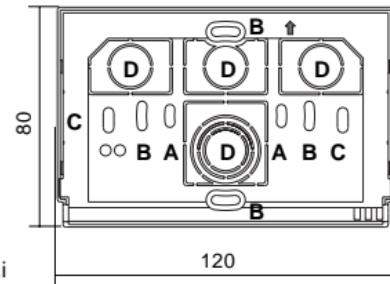

Fig. 4.i
- Fix the base to the back box (or to the wall), using the pairs of holes provided: **A-A, B-B or C-C** (fig. 4.i).
**N.B.:** fig. 4.i, **D** = knockouts allowing entry of wires (flexible only)
- Fixer la base du chronothermostat à la boîte à encastre (ou au mur) en utilisant les paires de trous prévues: **A-A, B-B or C-C** (fig. 4.i).
**N.B.:** fig. 4.i, "**D**" = zones amovibles pour l'entrée des fils (uniquement flexibles).
- Befestigen Sie die Grundplatte des Zeitthermostats am Gehäuse (oder an der Wand) mittels der entsprechenden vorgegebenen Bohrungslöcher: **A-A, B-B or C-C** (Abb. 4.i).
**Hinweis:** Abb. 4.i, "**D**" = Herausnehmbare Teile, die das Anklemmen der (ausschließlich biegsamen) Kabel ermöglichen.
- Fissare la base del cronotermostato alla scatola incasso (o alla parete), utilizzando le opportune coppie di fori **A-A**, **B-B** o **C-C** (fig. 4-i).
**N.B.:** fig. 4.i, "D" = aree asportabili per l'ingresso dei fili (solo flessibili).
- Fijar la base del cronotermostato en la pared o en la caja empotrada utilizando los pares de orificios **A-A**, **B-B**, **C-C** (fig. 4.i).
**Nota:** fig. 4.i, "D" = áreas extraíbles para la entrada de los conductores (sólo flexibles).